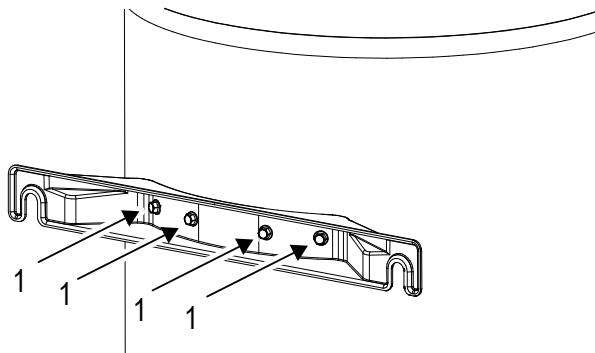

fig. 21
Está absolutamente prohibido (bajo pena de pérdida de la garantía del producto) retirar los tornillos indicados (ref. 1 - fig. 21) para utilizar el soporte de pared como plantilla de montaje in situ.